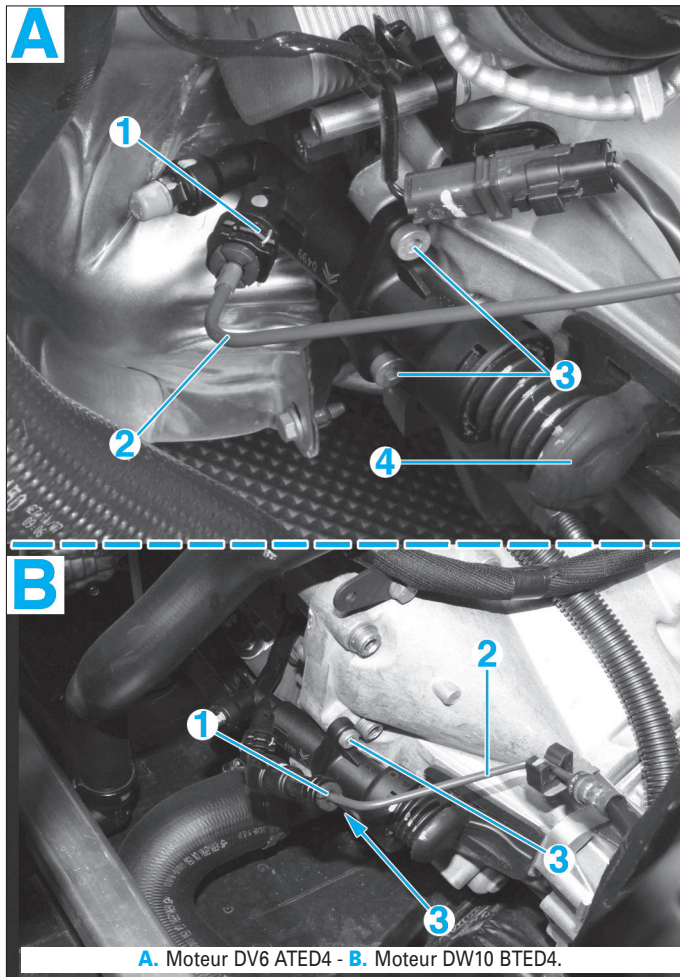

Fig. 12
- Déverrouiller l'agrafe (1) sans le déposer (Fig.12).
- Désaccoupler le tuyau hydraulique (2).
- les 2 vis (3),
- le cylindre récepteur (4).